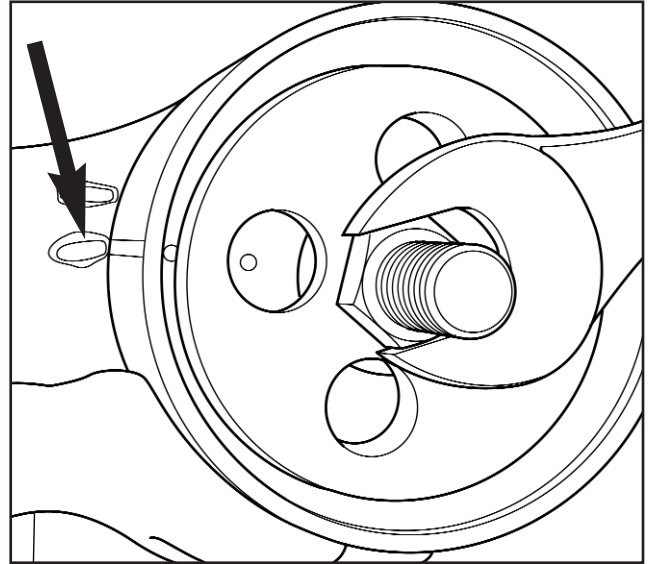

Fig 3.36
7. Faire pivoter l'entonnoir " D " de sorte que le repère s'aligne à celui du bras oscillant (figure 3.36)